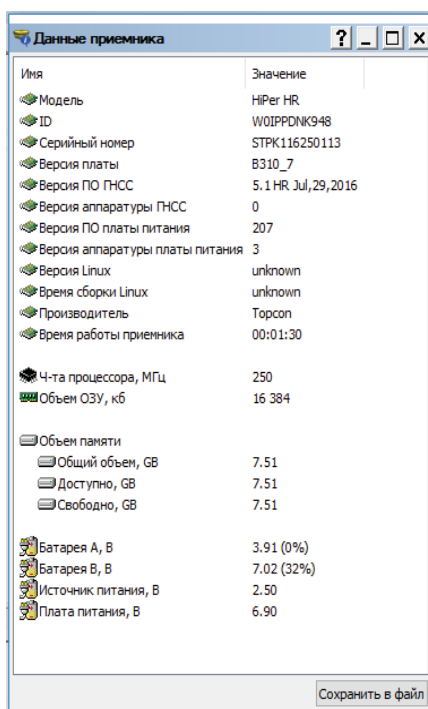

Рис. 13: TRU – Данные приёмника
5. В главном экране программы TRU нажмите значок **Инфор-я**. Откроется диалоговое окно **Данные приёмника** (Рис. 13 на стр. 29).